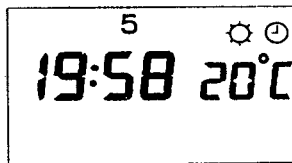

Fig. 3.5
**Programmeringstasten Pro** (10) trykkes ind og dermed starter uret op med den angivne hele time med minutter men med 0 sekunder. I displayet vises driftforløbet med tid, se fig. 3.5: